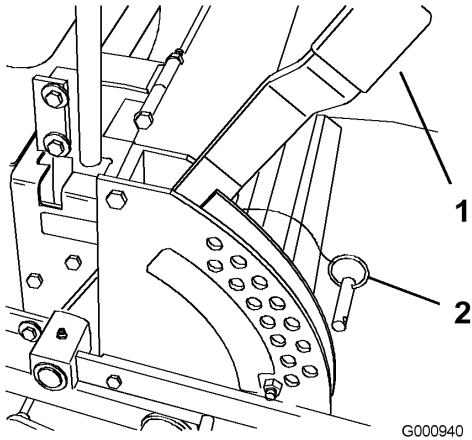

Bild 16
1. Heben Sie den Schnitthöhenhebel in die Transportstellung (entspricht der Schnitthöheneinstellung von 127 mm) (Bild 16).
2. Entfernen Sie den Lastösenbolzen zum Einstellen der Schnitthöhe aus der Schnitthöhenhalterung (Bild 16).
Schnitthöhe entspricht, und stecken Sie den Lastösenbolzen wieder ein (Bild 16).